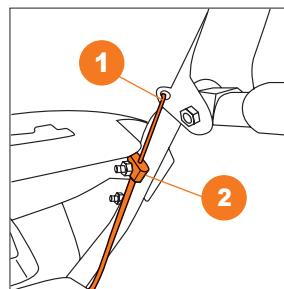

Рис. 11
- Зацепите правый трос привода на шнеки 1 к правой ручке на панели оператора (Рис. 11).
- Закрепите фиксатор рубашки троса 2 к верхнему болту крепления панели оператора (Рис. 11).